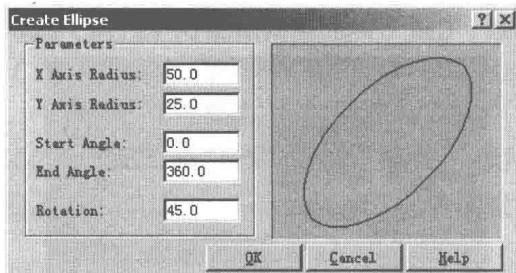

图 1-11
(10) 椭圆功能的改进，增加了对话框，选择 Ellipse (椭圆) 选项，打开 Create Ellipse (创建椭圆) 对话框，如图 1-11 所示，可改变对话框参数，得到不同椭圆和椭圆弧。